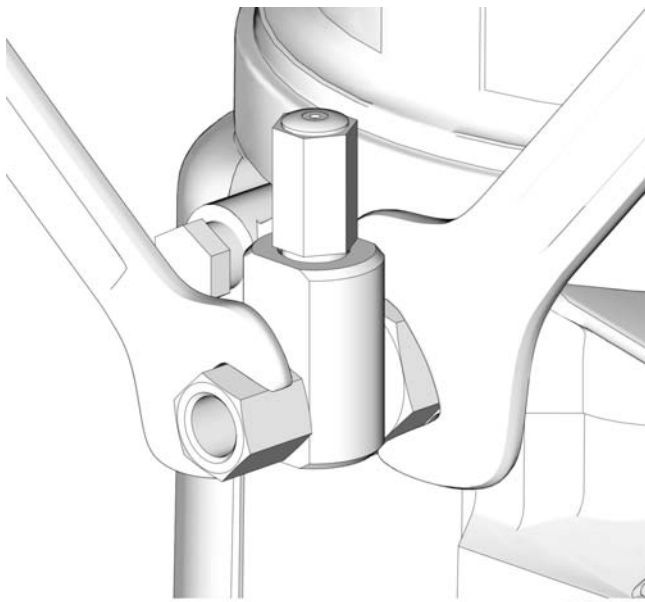

图 19
- 当将任何东西连接到泵元件或辅助管件上时，务必在相反方向上使用两个扳手进行作业。示例可参见图 19。